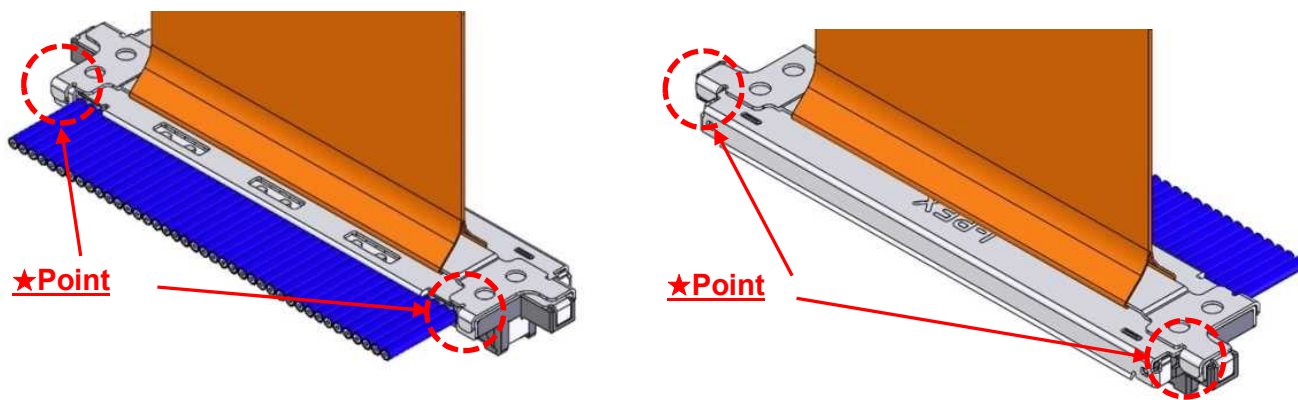

图.12 PULL TAPE HOLDER 组装确认位置
②确认 LL TAPE HOLDER 是否已经正常组装。(图. 12★部)